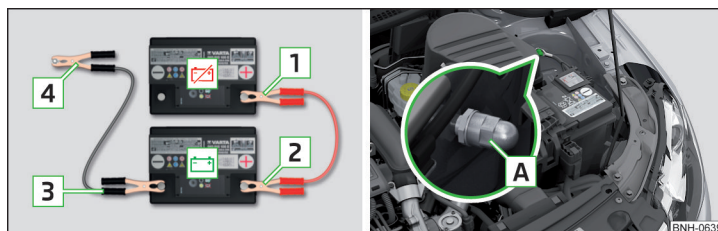

Fig. 251 Pornirea asistată: - bateria descărcată, - bateria furnizoare de curent/punctul de masă al motorului la sistem START-STOP
- › La autovehiculele **cu** sistem START-STOP conectați clema **4** la punctul de masă al motorului **A** » fig. 251.